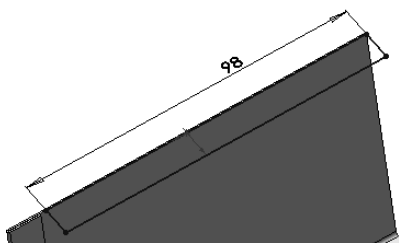

图 10-154 编辑尺寸
② 单击鼠标拾取图 10-151 所示的边线，然后单击属性管理器中的“编辑法兰轮廓”按钮，进入编辑法兰轮廓状态，如图 10-152 所示。单击图 10-153 所示的边线，删除其“在边线上”的约束，然后通过标注智能尺寸，编辑法兰轮廓，如图 10-154 所示。单击“完成”按钮，结束对法兰轮廓的编辑。